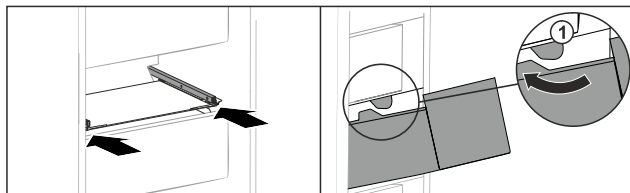

Fig. 215
- ▶ Vadiet atvilktni apkārt aizturiem *Fig. 215 (1)*.